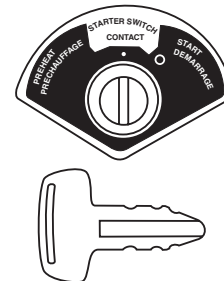

Figure 10. Interrupteur d'allumage et clé de contact
4. Introduire la clé de contact dans l'interrupteur d'allumage, (Figure 10)